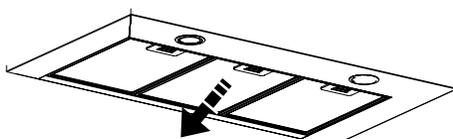

Fig. 1
Desmontaje del filtro modular (fig. 1).
1. Retire el filtro modular (fig. 1).